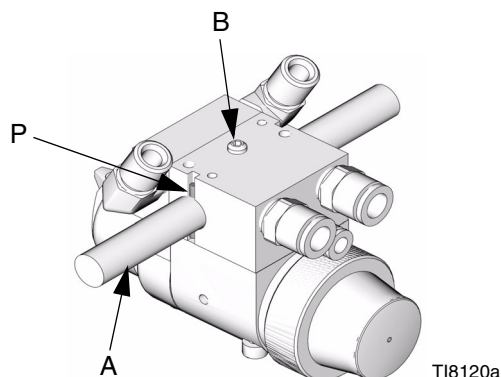

FIG. 3: Soporte con brazo alternativo
1. Introduzca la barra de montaje (A) a través del orificio del colector tal como se indica en FIG. 3.